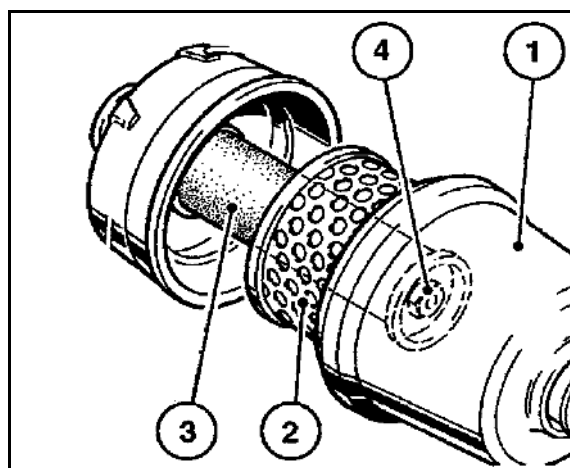

图 167
1. 松脱过滤器盖（图 167/1）的翼形螺母。
2. 将过滤器盖和过滤器外部元件（图 167/2）旋出。
6. 每年，更新过滤器内部元件（图 167/3）（禁止清洁）。
- o 松脱六角螺母（图 167/4）并且将过滤器内部元件拉出。